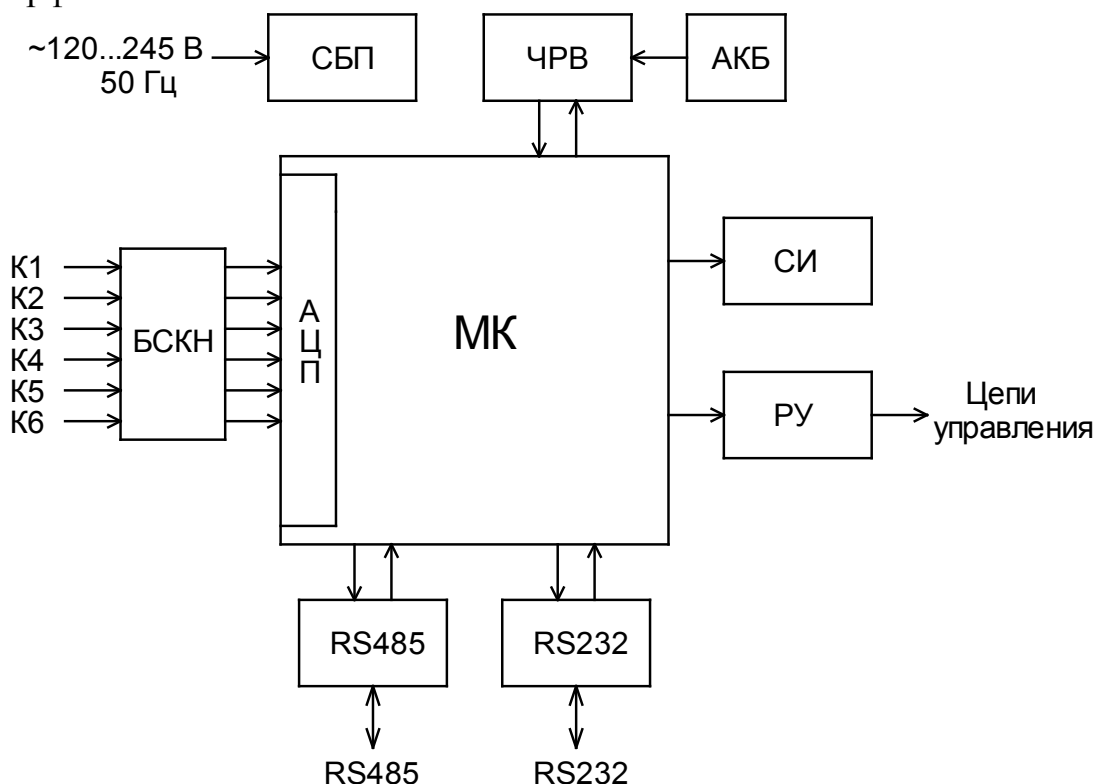

Рисунок 5.2. Структурная схема УКПЗЭ.
- контроль напряжений контактов отключения (K1...K4 см. рис.5.2);
- контроль напряжения катушки пускателя (K5 см. рис.5.2);
- контроль напряжения контакта разрешения (K6 см. рис.5.2);